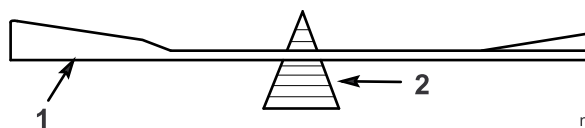

Figura 42
2. Verifique el equilibrio de cada cuchilla colocándola sobre un equilibrador de cuchillas (Figura 42).